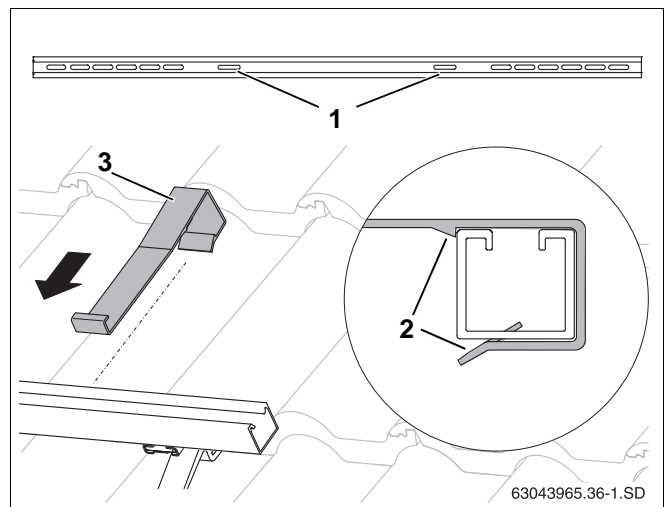

Fig. 34 Opsætning af nedskridningssikring
- ▶ Sæt nedskridningssikringerne (fig. 34, **pos. 3**) ind i hvert af de indvendige langhuller (fig. 34, **pos. 1**) over profilskinerne, så de går i indgreb (fig. 34, **pos. 2**).